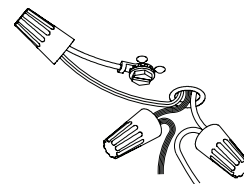

Figure 4
4. Ground the fixture! Secure the green or bare copper ground wire from the outlet box to the Green Ground Wire from the Housing using Wire Nuts (3). If there is no ground wire provided, consult your local electrical code for approved grounding methods. **See Figure 4.**
5. Use Wire Nuts (3) to connect the white fixture wire to the white power supply wire and the black fixture wire to the black power supply wire. **See Figure 4.**
Si la perceuse rencontre une solive, tenir l'appareil contre la boîte de raccordement et tirer les fils d'alimentation dans l'appareil par la débouchure. Fixer chaque extrémité du luminaire à la solive à l'aide de vis à bois. Voir la figure 4.